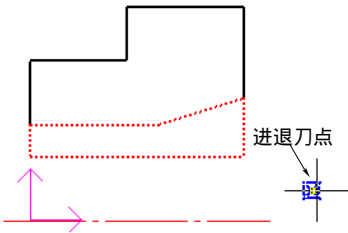

图 4-74 选择进退刀点
4) 选择进退刀点。指定一点作为刀具加工前和加工后所在的位置，如图 4-74 所示。要保证选取的点在进、退刀时不会与工件干涉。